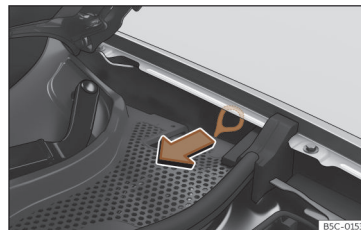

Fig. 208 Între panoul aripii stânga și balamaua capetei motorului: Declanșator pentru mecanismul de deblocare manuală al ștecărului de încărcare.
Declanșatorul pentru mecanismul de deblocare manuală se află în partea din stânga față a interiorului automobilului, deasupra prizei de încărcare»» fig. 208.
- Trageți declanșatorul»» fig. 208.